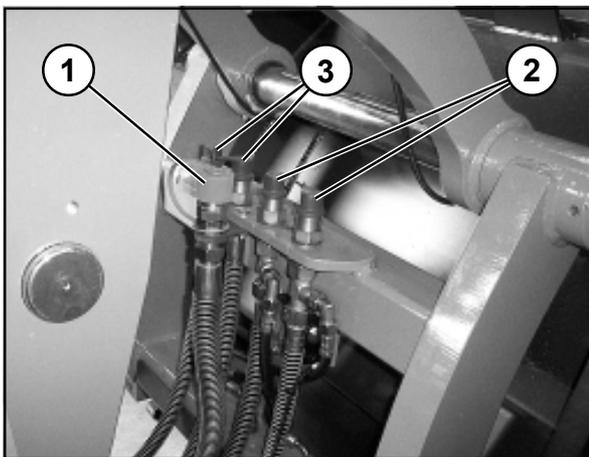

Bild 13-2
- Bild 13-2/1 zeigt die drucklose Rücklaufleitung.
- Bild 13-2/2 zeigt die beiden Anschlüsse für den 1. Zusatzhydraulikkreis.